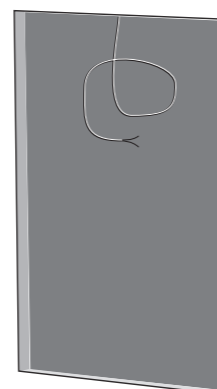

Fig. 3. Drywall Cutout with Speaker Cable
- Verlegen Sie das Lautsprecherkabel an dieser Stelle (Abb. 3). Lassen Sie zu diesem Zeitpunkt genügend Spiel, um die Verbindungen herzustellen. Binden Sie das Lautsprecherkabel fest, damit es sich im Betrieb nicht bewegt und klappert. Stellen Sie sicher, dass das Lautsprecherkabel nicht mit Nägeln oder Schrauben in Kontakt kommt, die die elektrische Isolierung beschädigen könnten.